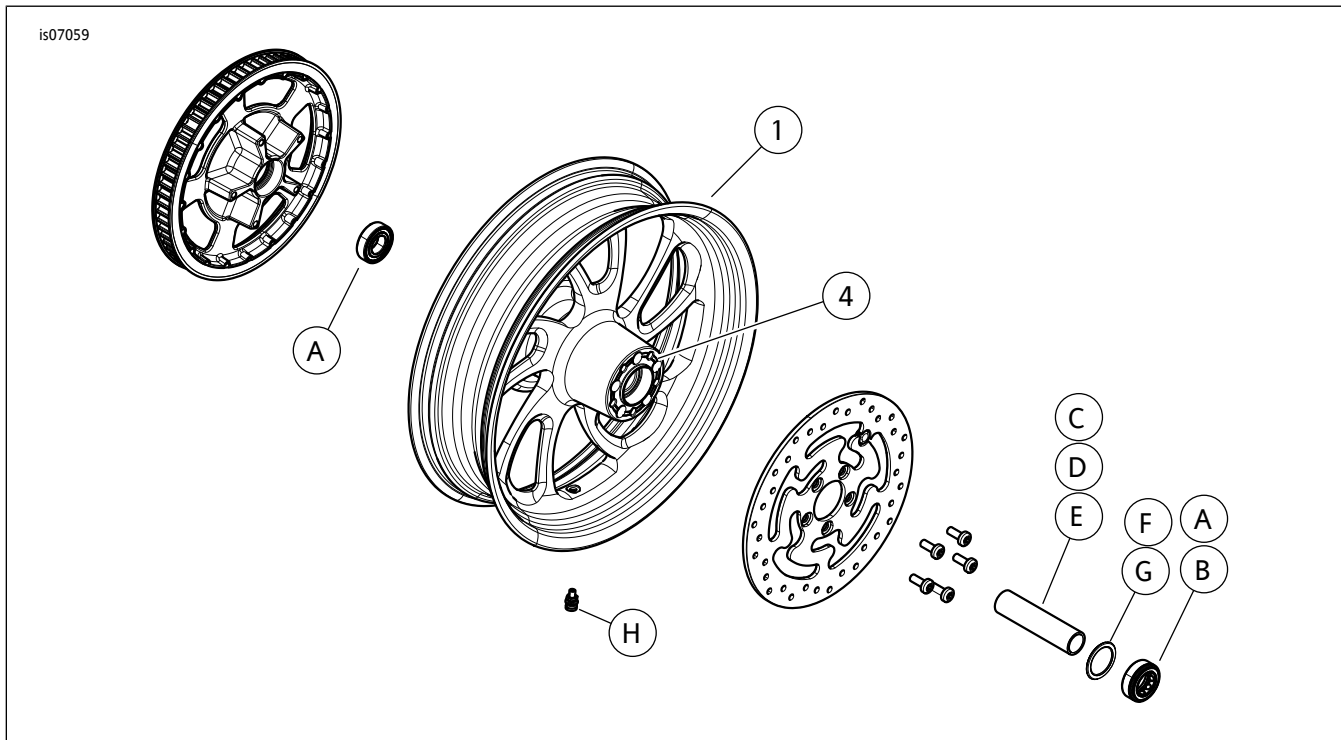

图1。维修零件：叶片式后轮
参见图1和维修零件表。
2. 参见图1。在车轮上安装阀杆组件(H)。参阅维修手册。